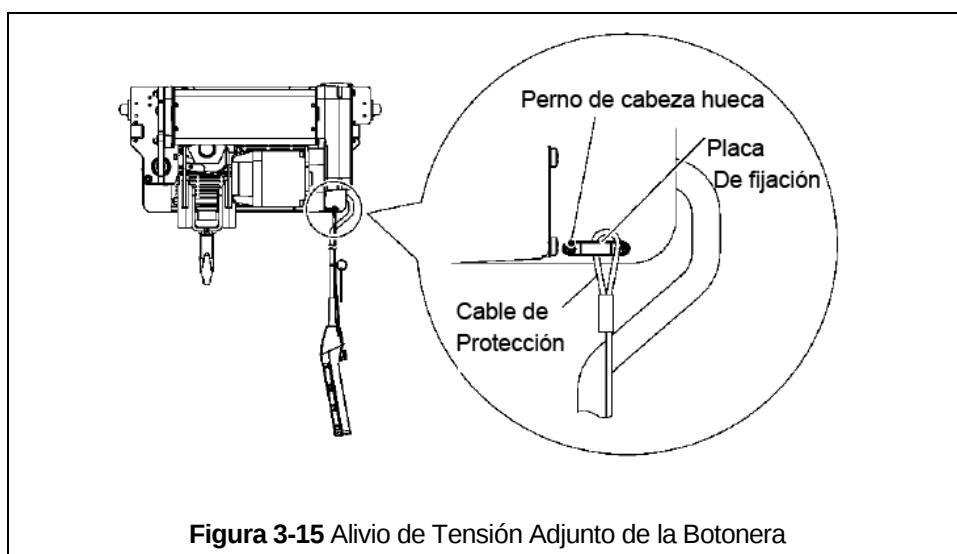

Figura 3-15 Alivio de Tensión Adjunto de la Botonera
- 8) Fije el liberador de tensión de la botonera en el punto de fijación que se muestra en la **Figura 3-15**.